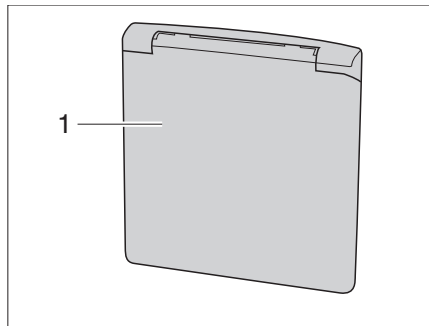

Fig. 4 Portillon pour le raccordement 230 V
- Saisir le portillon extérieur (Figure 4,1) dans le bas et le faire pivoter vers le haut.